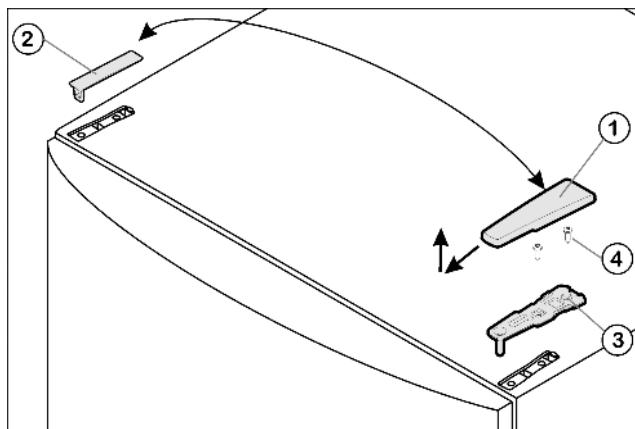

Fig. 5
- ▶ Потяните крышку Fig. 5 (1) вперед и вверх.
- ▶ Снимите крышку Fig. 5 (2).
- ▶ Открутите верхний опорный кронштейн Fig. 5 (3) (2 шт. Torx® 25) Fig. 5 (4) и вытяните вверх.
- Установите верхний опорный кронштейн Fig. 5 (3) на новой стороне шарнира и защелкните в дверце.
- Привинтите верхний опорный кронштейн (**с моментом 4 Нм**) (2 шт. Torx® 25) Fig. 5 (4). При необходимости проделайте отверстия или используйте аккумуляторную отвертку.
- Наденьте и защелкните крышку Fig. 5 (1) и крышку Fig. 5 (2) на противоположной стороне снаружи.